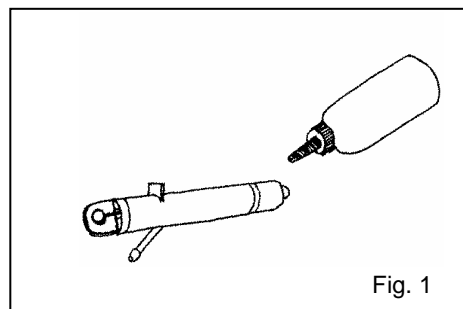

Fig. 1
- Lubrique el especulo con vaselina (Fig. 1)